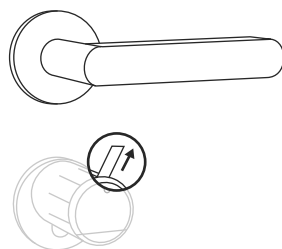

Fig. 7
- ⑦ Se ainda não estiver pronto, remova a tira de proteção da pilha do compartimento da pilha no manípulo interno (Fig. 7).